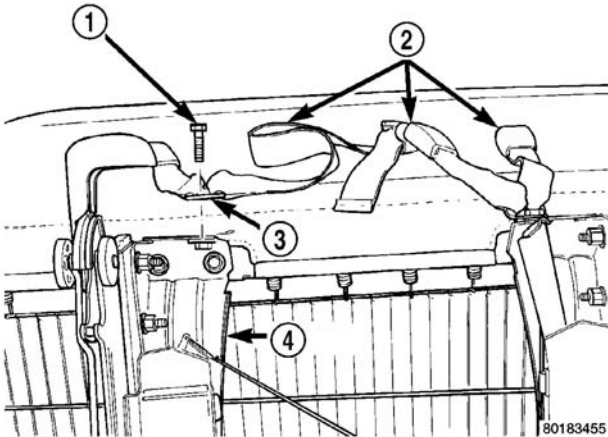

图 12 第二排座椅安全带搭扣—三名乘员长椅
- (1) 拆卸连接座椅安全带搭扣与座椅后框架滑轨的螺栓 (图 12)。
- (2) 将安全带搭扣从座椅上拆卸下来。